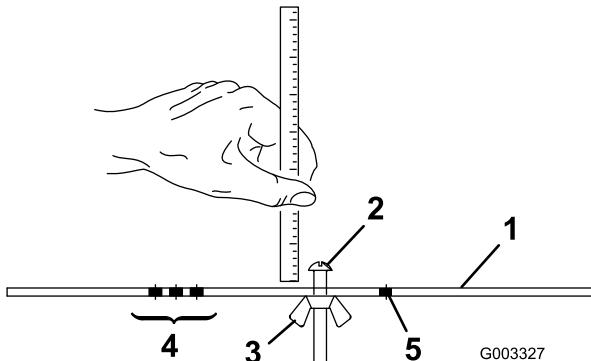

图19
2. 松开调刀尺上的螺母 图19并将调节螺丝设定为所需的剪草高度。